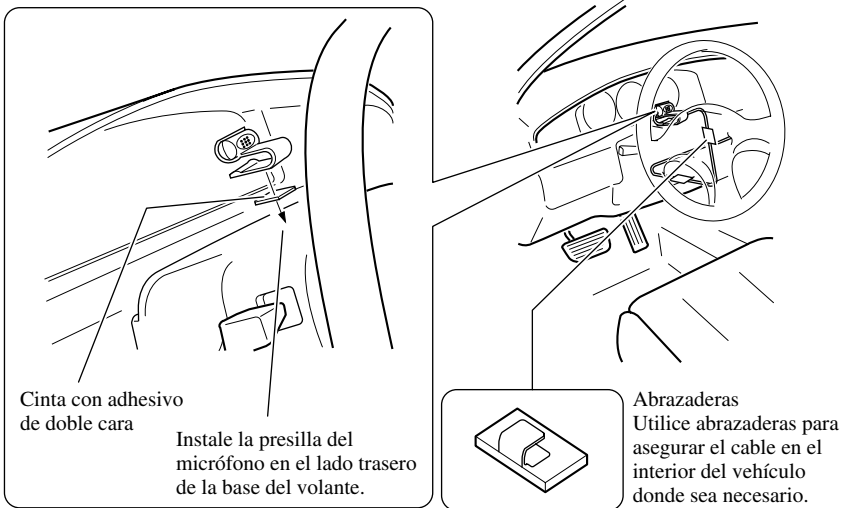

Fig. 19
2. Instale la presilla de micrófono en la base del volante. (Fig. 19)